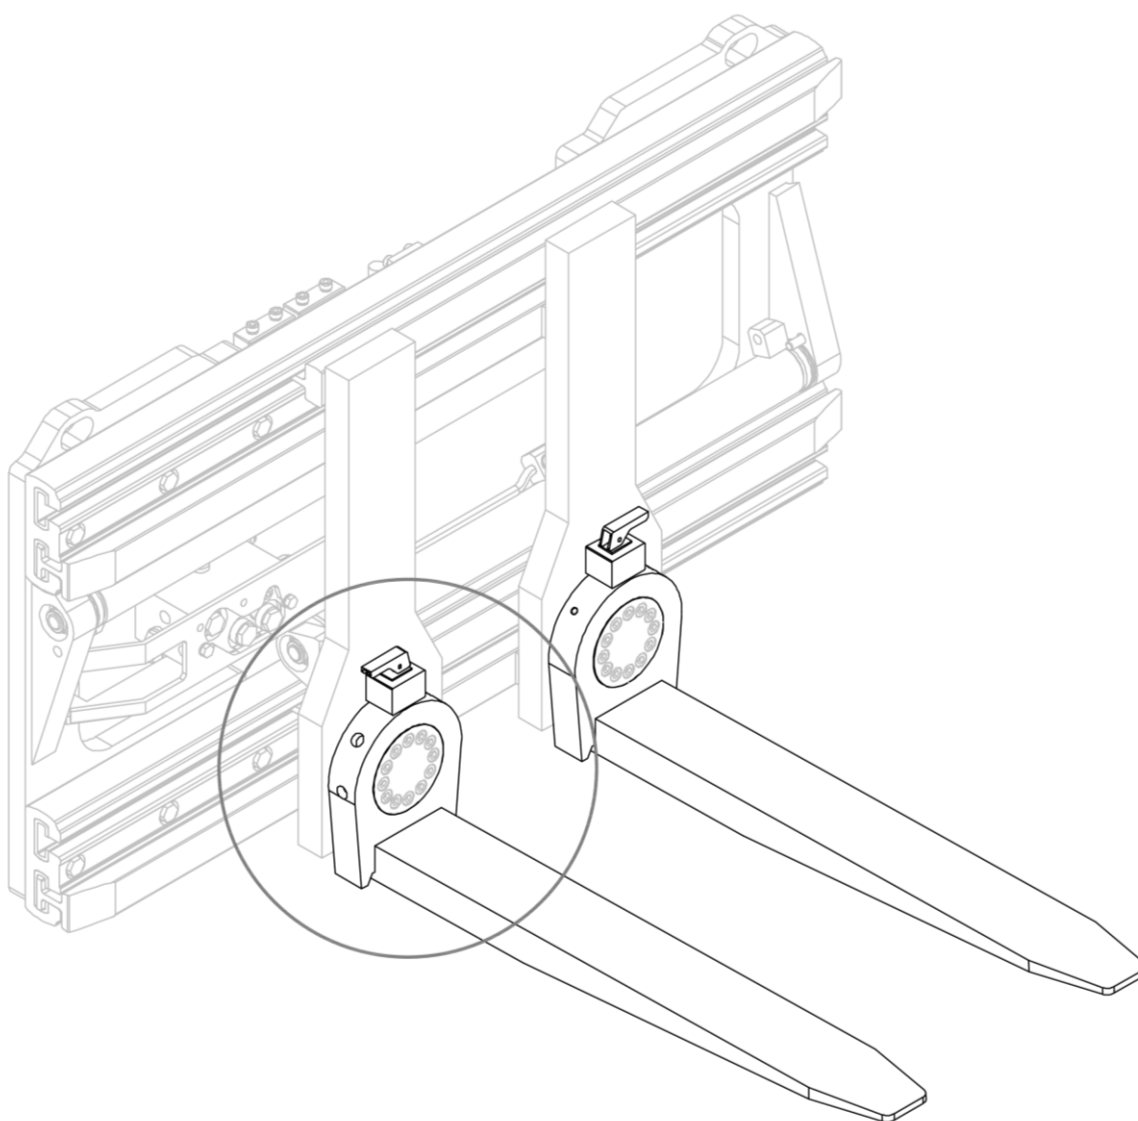
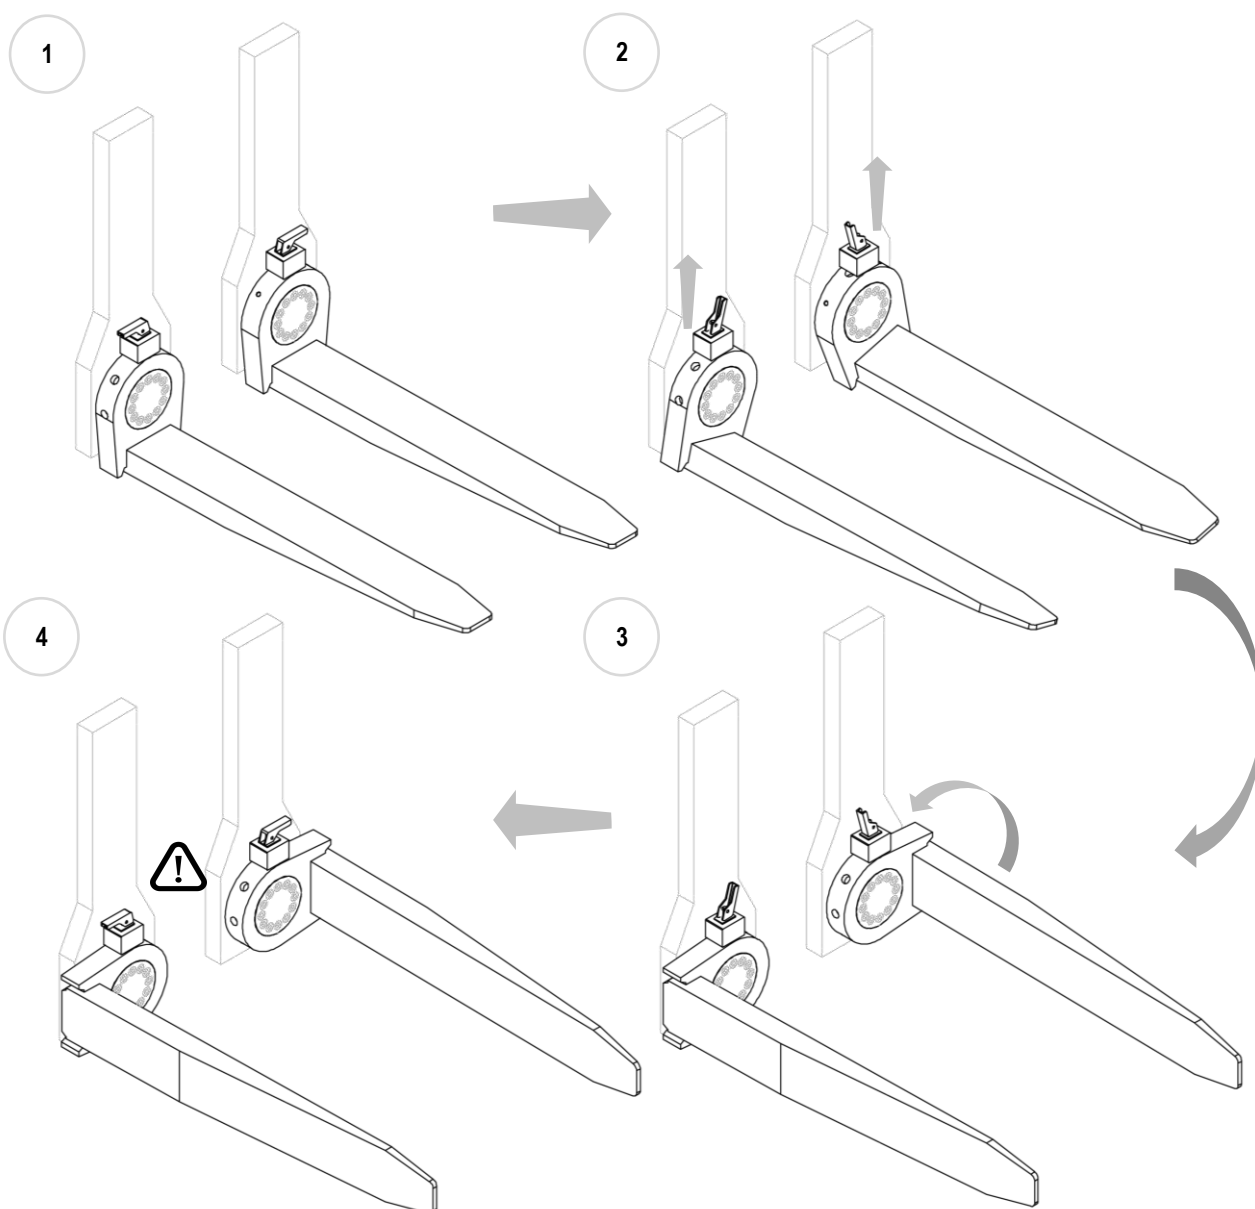

Figura 15
Figura 16
2. Prendere come riferimento la *Figura 15* e la *Figura 16*.